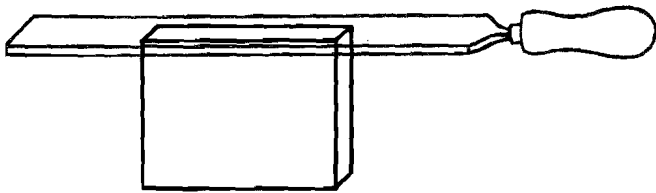

Fig. 4-3
1.4. Acabado.—Acabar el lado con lima semifina limando longitudinalmente (fig. 4.3), procurando que el eje de la lima esté situado en todo momento sobre la pieza y controlando la planidad.